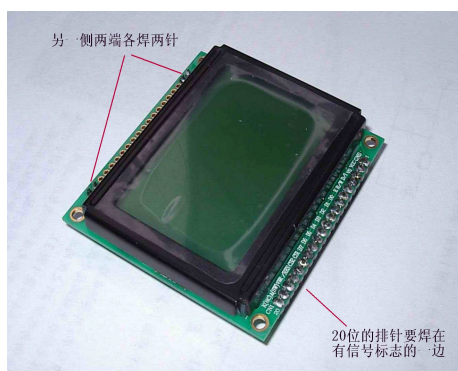
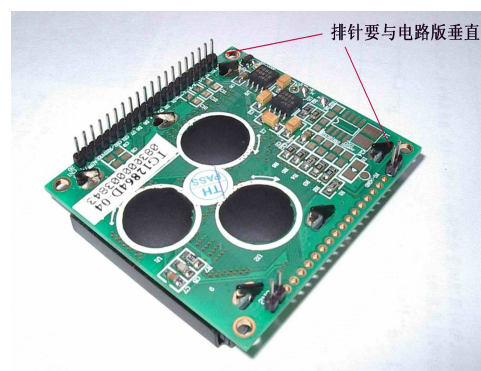

图 3
图 4
- 8) 安装 LCD 显示屏。安装 LCD 屏的第一步是先将连接用的排针焊在 LCD 模块上（见图 3 和图 4），注意 20 位的长排针要焊在有引脚信号标记的那一排孔，另两只两位的排针分别焊在另一排孔的